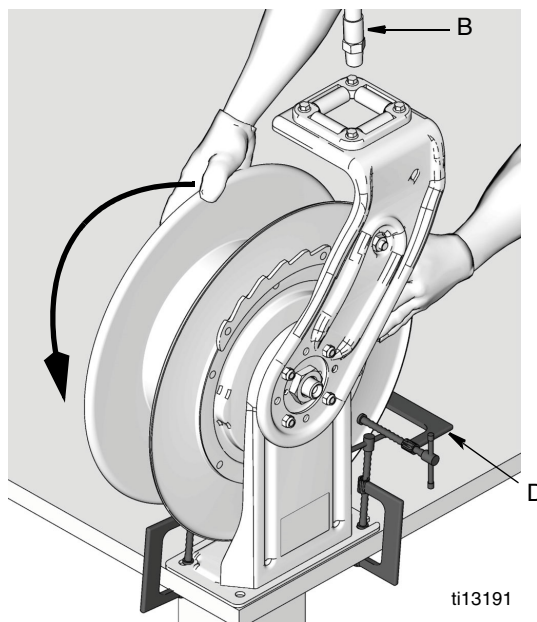

FIG. 11
2. Avant d'installer le flexible, fixez un collier en C (D) sur la bride de l'enrouleur pour éviter qu'il ne se déverrouille accidentellement et pivote librement. (FIG. 11).
4. Tout en portant des gants de sécurité, saisissez fermement la partie extérieure du rebord de la bride de l'enrouleur avec les deux mains. Faites tourner l'enrouleur du nombre de tours adéquat (consultez le tableau de référence suivant l'étape 1), en le faisant tourner dans le sens indiqué dans la FIG. 11.
8. **Pour les enrouleurs pour air/eau ou huile**, fixez l'extrémité du flexible (B) au pivot de l'enrouleur de flexible (A). Ensuite, retirez avec précaution le collier en C (D) (FIG. 11).
9. **Pour les enrouleurs pour graisse**, introduisez l'extrémité du flexible (B) dans le support (H). Fixez l'extrémité du flexible (B) au flexible du réducteur de tension (J).